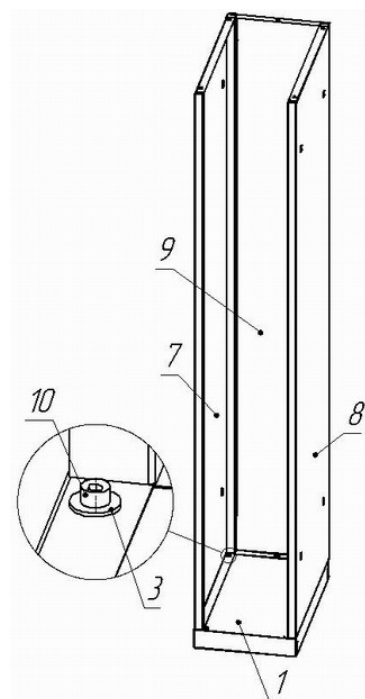

Рис.3
4.3 Установите на ровной и чистой поверхности основание шкафа 1. Соедините боковые стенки 7 и 8 с задней стенкой 9. Установите их на основание шкафа и закрепите винтами 10 с шайбами 3 (рис. 3).